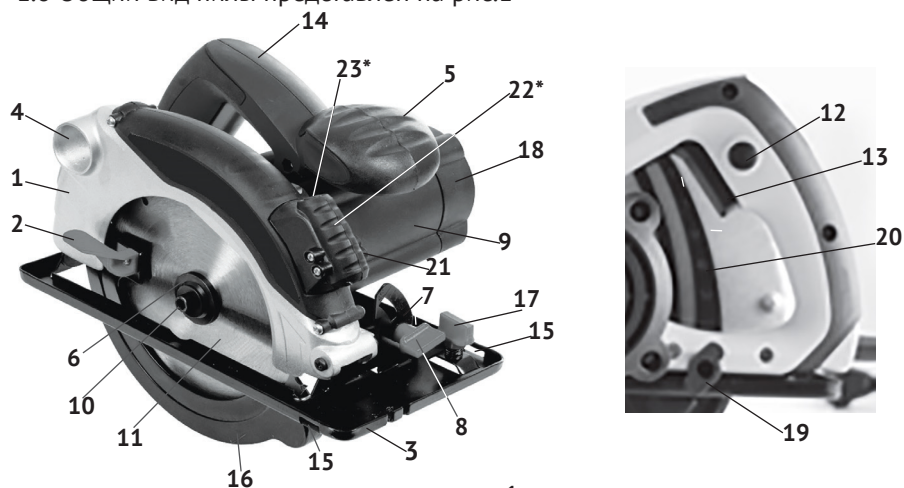
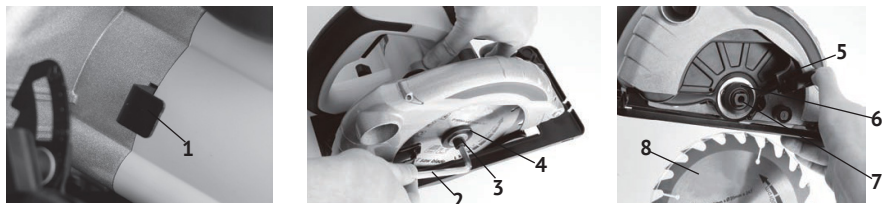

рис. 1
рис.2
1.6 Общий вид пилы представлен на рис.1
1.7 Пила состоит из коллекторного двигателя в пластиковом корпусе (рис.1 поз.9) с закреплённой на нём рукояткой (рис1 пз.14) и металлического редуктора, совмещённого с верхним неподвижным кожухом (рис.1 поз.1).
Крутящий момент с якоря электродвигателя, через шестерню, передаётся на шпиндель, соосный с электродвигателем. На шпиндель пилы, между опорным и зажимным (рис.1 поз.6) фланцами крепится пильный диск (рис.1 поз.11). Это основной рабочий инструмент пилы.
1.8 Клавиша выключателя (рис.1 поз.13) расположена в передней части рукоятки (рис.1 поз.14). Во избежание самопроизвольного включения инструмента, выключатель снабжён блокировкой клавиши (кнопка блокировки, рис.1 поз.12, расположена на левой части рукоятки). Включение пилы осуществляется нажатием на клавишу выключателя (рис.1 поз.13) указательным пальцем после нажатия и удержания кнопки блокировки большим пальцем. Пила отключается при отпускании клавиши выключателя, при этом кнопка блокировки (со щелчком) возвращается в исходное положение - «заблокировано».
Для обеспечения точности реза, модель ЭПД-1700/190+ укомплектована лазерной направляющей. Блок лазера (рис.1 поз.22) расположен на верхнем кожухе пилы. Кнопка включения лазера (рис.1 поз.23) находится в торце лазерного блока.
Для установки (замены) диска необходимо (см.рис.2):
- зафиксировать шпиндель (рис.2 поз.7), нажав на рычаг стопора (рис.2 поз.1);
- открутить ключом (рис.2 поз.2) винт крепления диска (рис.2 поз.3), снять зажимной фланец (рис.2 поз.4);
- переместить вверх за рычаг (рис.2 поз.5) нижний подвижный кожух (рис.1 поз.16), снять пильный диск (при замене);
- очистить опорный (рис.2 поз.6) и зажимной фланцы;
- установить на шпиндель (рис.2 поз.7) пильный диск (рис.2 поз.8);
- ослабить винт (рис.1 поз.19) фиксации глубины пропила;
- установить опорную плоскость направляющей плиты (рис.1 поз.3) на распиливаемую заготовку;
- ослабить ручку (рис.1 поз.8) фиксации угла наклона;
- наклонив за рукоятку двигатель с диском, выставить по шкале кронштейна (рис.1 поз.7) необходимый угол пиления;
Внимание! При пилении под наклоном, значение глубины пропила, устанавливаемое по шкале (рис.1 поз.20), не совпадает с истинным значением. Глубина пропила в данном случае равна перпендикуляру от вершины пильного зуба к плоскости направляющей плиты.
- ослабить винт (рис.1 поз.17) фиксации параллельного упора;
- вставить в отверстия (рис.1 поз.15) и пазы направляющей плиты (справа или слева от пильного диска) линейку упора;
- зафиксировать винтом (рис.1 поз.17) установленный упор.
Внимание! Не фиксируйте нижний подвижный кожух (рис.1 поз.16) в открытом положении. Это может привести к заклиниванию диска, а также к травмам и повреждениям. Кожух будет автоматически сдвигаться при подаче заготовки.
3.2 Для замены щёток необходимо снять заднюю крышку (рис.1 поз.18) корпуса двигателя, открутив винты крепления. Аккуратно снять крышки щёткодержателей. Вынуть использованные щётки из щёткодержателей и заменить их новыми. Щётки следует заменять парой для обеспечения равной степени их